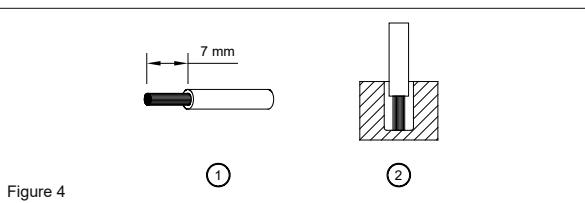

Figure 4
Um sichere und stoßfeste Anschlüsse gewährleisten zu können, sollte die Abisolierlänge 7 mm betragen (siehe Abb. 4 (1)). Bitte sorgen Sie dafür, dass die Kabel vollständig in die Anschlussklemmen eingeführt werden, siehe Abb. 4 (2).